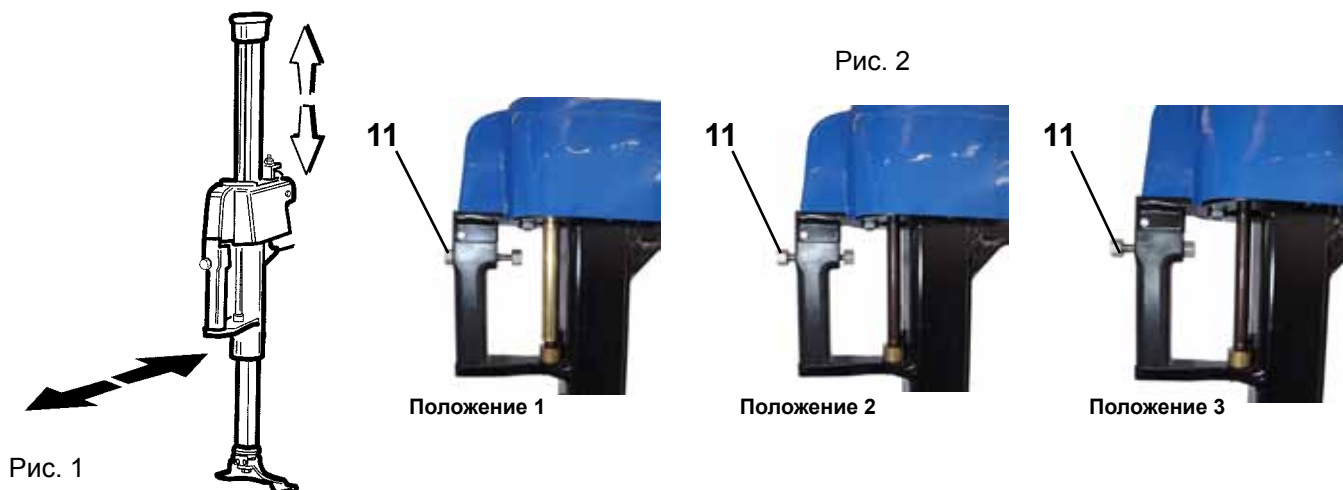

Рис. 1
• Установите кнопку фиксации (11) в положение «2». Перемещайте монтажный шток (Рис. 1) до тех пор, пока монтажная головка (12) не будет установлена на поверхности диска. Заблокируйте весь механизм путем нажатия на кнопку фиксации, выставив ее в положение «1» (Рис. 2). Это заблокирует перемещение монтажного штока как в вертикальном, так и в горизонтальном положении и автоматически передвинет монтажную головку (12) на 2 мм от диска.